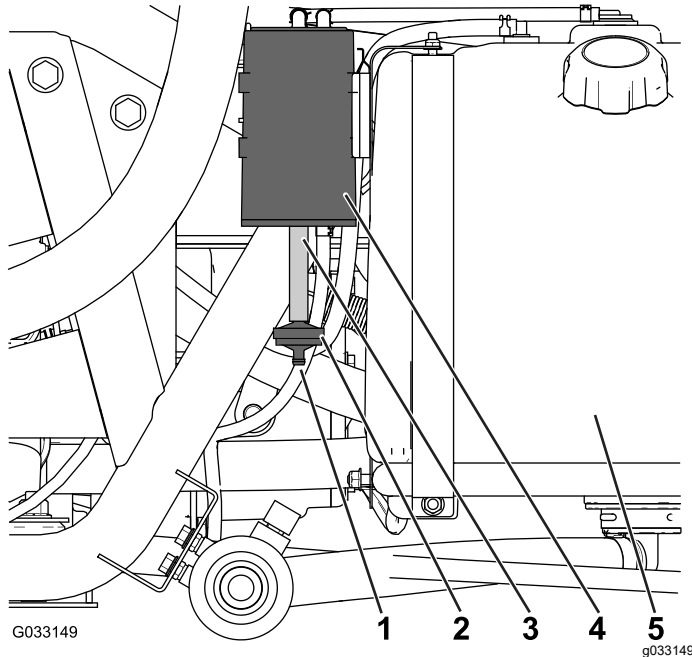

Figura 47
Controllate l'apertura alla base del filtro dell'aria nel canister a carboni attivi per accertare che sia pulito e privo di detriti e ostruzioni (Figura 47).
1. Rimuovete il raccordo dentellato del filtro del canister a carboni attivi dal flessibile alla base del canister stesso e rimuovete il filtro (Figura 47).